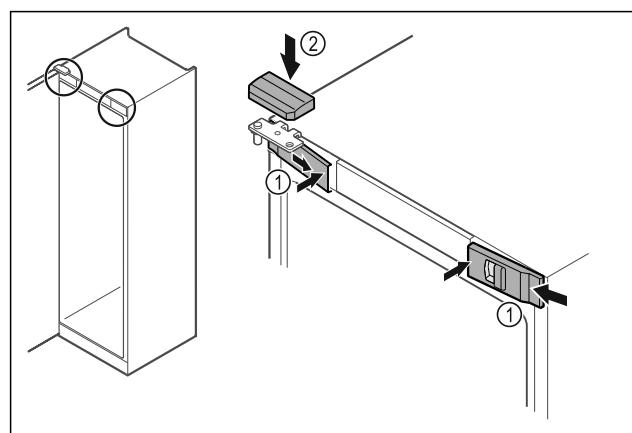

Fig. 53
- Αναρτήστε τα μπροστινά καλύμματα Fig. 53 (1) στο πλάι και κουμπώστε τα εσωτερικά.
► Κουμπώστε το επάνω κάλυμμα Fig. 53 (2) από πάνω.